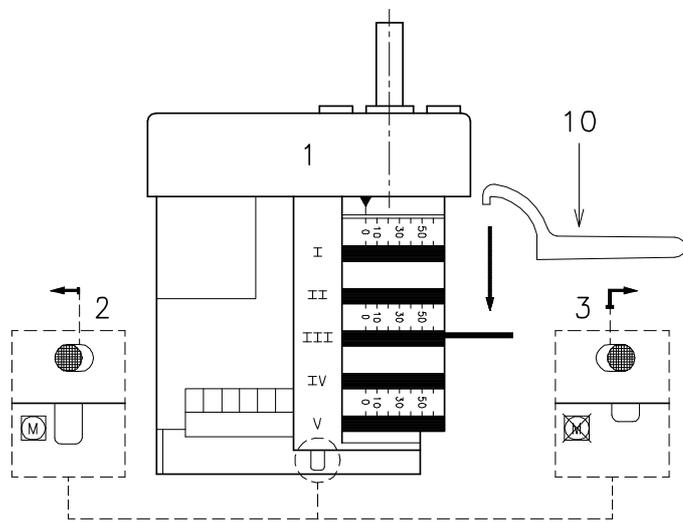

Abb. 32
Für die eventuelle Einstellung des Nockens III, speziell für geringfügige Verstellungen, kann der entsprechende Schlüssel 10)(Abb. 32) verwendet werden, der mit einem Magnet unter dem Stellantrieb befestigt ist.
- Nachdem die Einstellung vorgenommen wurde und bei ausgeschaltetem Brenner, nachdem der Stellantrieb entriegelt wurde und indem man die Taste 3)(Abb. 32) drückt und nach rechts verstellt, von Hand überprüfen, dass zwischen 0° und 130° keine Verklemmungen vorliegen.
- Bei der Einstellung der mittleren Durchsätze ist es ratsam, die Luft so einzustellen, dass sich das Lager, das über das variable Profil des Nockens gleitet, direkt neben einer der Schrauben 3)(Abb. 32) befindet, so dass die Einstellung an einer Schraube die benachbarten Einstellungen so wenig wie möglich verändert.
- 5 s :** Start des Stellantriebs: dreht um 130° nach rechts bis der Kontakt am Nocken I) (Abb. 32 auf Seite 28) auslöst. Die Luftklappe positioniert sich auf der MAX. Leistung.
- 69 s :** Der Stellantrieb dreht sich nach links, bis der Kontakt am Nocken III) (Abb. 32 auf Seite 28) auslöst.
Den Nocken 2)(Abb. 31 Seite 27) vom Stellantrieb lösen, dazu die Taste 3)(Abb. 32 auf Seite 28) drücken und nach rechts verschieben und von Hand prüfen, ob die Drehung nach vor und zurück reibungslos funktioniert.
Den Nocken wieder am Stellantrieb befestigen, dazu die Taste 2)(Abb. 32 auf Seite 28) nach links verschieben.